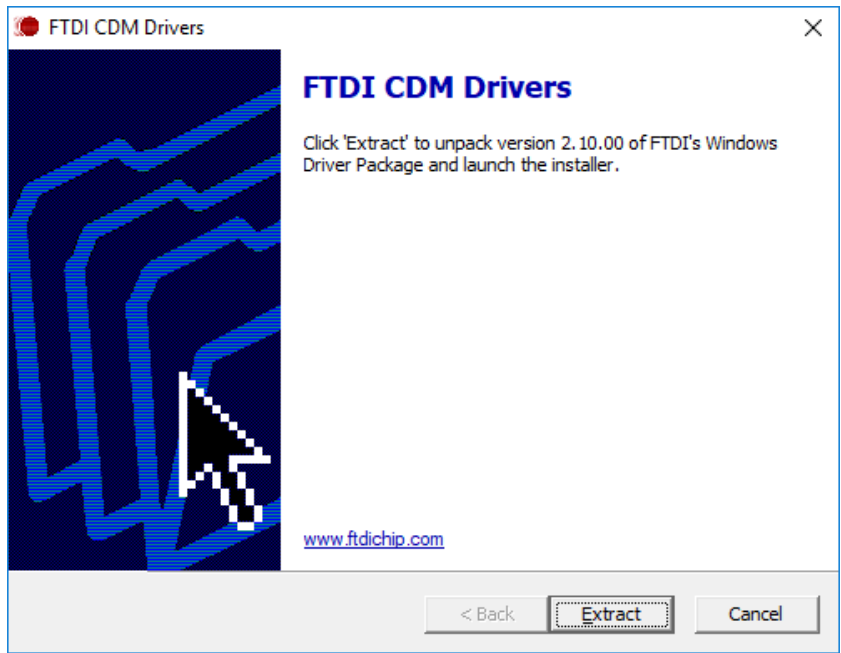

Рисунок 48
11. В открывшемся окне «FTDI CDM Drivers» необходимо нажать кнопку «Extract», рисунок 48, для распаковки пакета драйверов, необходимых для обмена данными между прибором и программой.